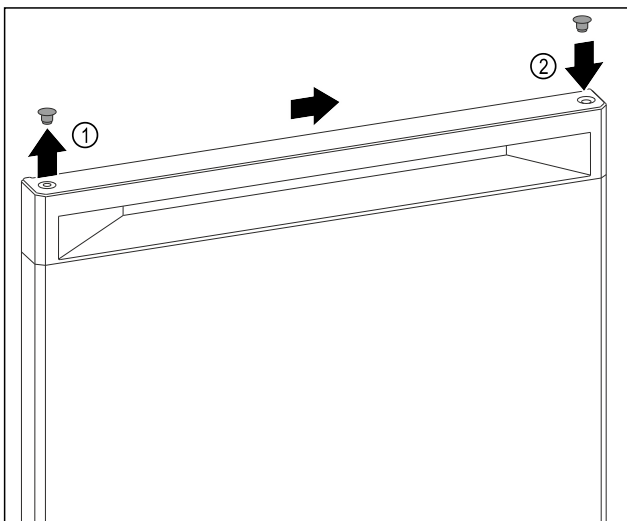

Fig. 9
- Ridicați cu precauție dopurile de acoperire de pe partea superioară a ușii Fig. 9 (1) cu șurubelniță plată.
- Montați dopurile de acoperire pe partea opusă. Fig. 9 (2)